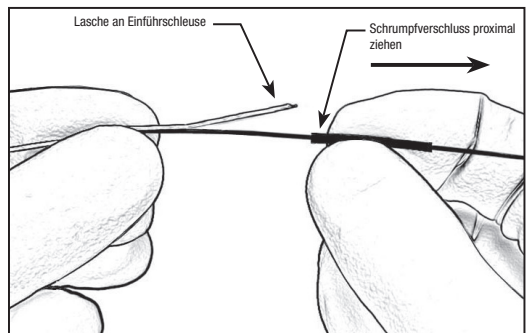

Abbildung 3 – Schrumpfverschluss proximal ziehen
16. Das Produkt knapp distal zum Schrumpfverschluss halten und den Schrumpfverschluss nach proximal ziehen, um die Lasche der Einführschleuse freizulegen. Siehe Abbildung 3.